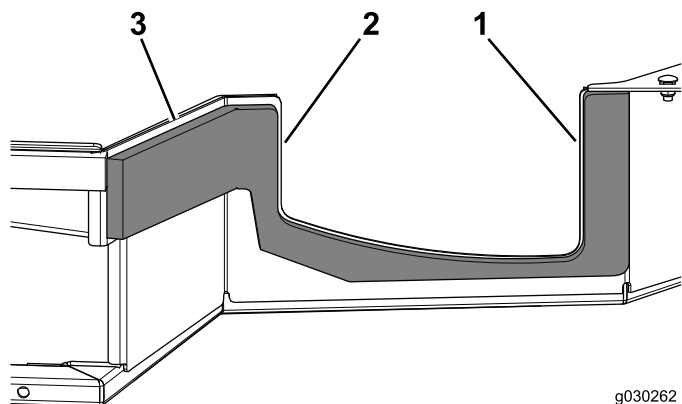

Figure 11
6. Utilisez les dimensions indiquées à Figure 11 pour placer le joint.